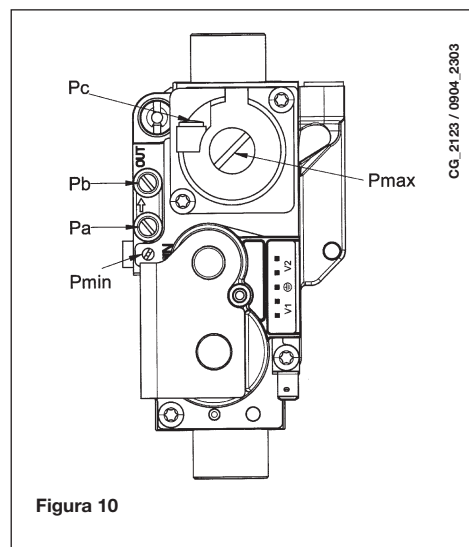

Figura 10
- collegare la presa di pressione positiva di un manometro differenziale, possibilmente ad acqua, alla presa di pressione (**Pb**) della valvola del gas (Figura 10). Collegare, solo per i modelli a camera stagna, la presa negativa dello stesso manometro ad un apposito "T" che permetta di collegare insieme la presa di compensazione della caldaia, la presa di compensazione della valvola del gas (**Pc**) ed il manometro stesso. (Una pari misura può essere effettuata collegando il manometro alla presa di pressione (**Pb**) e senza il pannello frontale della camera stagna); Una misura della pressione ai bruciatori effettuata con metodi diversi da quelli descritti potrebbe risultare falsata in quanto non terrebbe conto della depressione creata dal ventilatore nella camera stagna.
- e) Regolare la vite "**Pmax/Pmin**" (figura 10) fino ad ottenere il valore di pressione riportato nella Tabella 1.